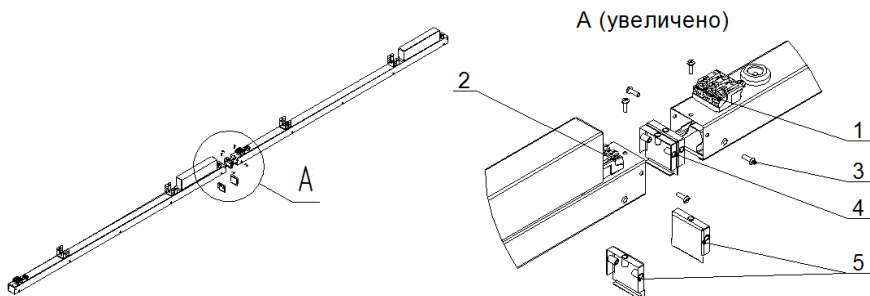

Рисунок 3. Соединение светильников в линию
- снять боковые стенки (рис. 3, поз. 5), предварительно открутив винты М3х10 (рис. 3, поз. 3);
- соединитель (рис. 3, поз. 4) установить на место боковых стенок;
- сетевым проводом длиной 150 мм (рекомендуемое сечение проводов не менее 0,5 мм²) соединить клеммные колодки (рис. 3, поз. 2) согласно маркировке;